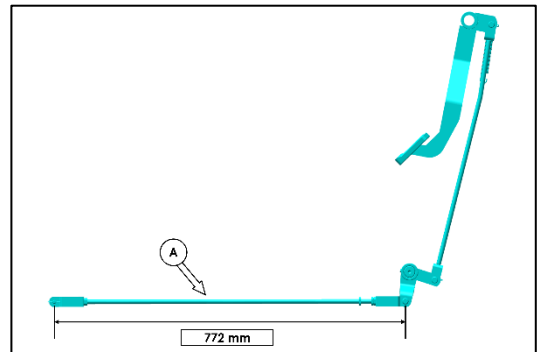

Abb. 173 – BREMSVERBINDUNGSSTANGE
2. Montieren Sie die Verbindungsstange (A in Abb. 173) jeweils an der linken und rechten Seite des Traktors.
4. Halten Sie die Bremsverbindungsstange (A in Abb. 173) mit dem Verbindungsstück, bis das Rad leicht blockiert ist (von Hand gedreht).